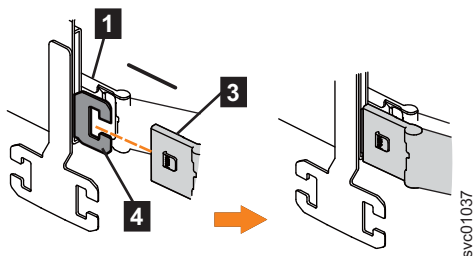

Abbildung 75. Äußeren Anschluss der oberen Kabelträgerbaugruppe an äußeren Teil der Halteschiene installieren
3. Installieren Sie den äußeren Anschluss der oberen Kabelträgerbaugruppe (**3**) wie in Abb. 75 auf Seite 82 gezeigt an den äußeren Teil der linken Halteschiene (**4**).